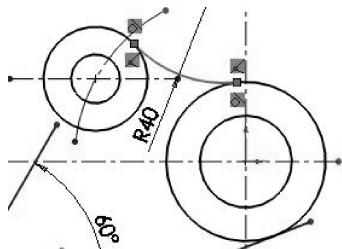

图 2-153 绘制与两圆相切的圆弧
- 21 使用【圆弧】工具，采用【3 点圆弧】类型，在两个圆之间绘制半径为 40 的连接圆弧，并添加几何约束关系，使其与两个圆都相切，如图 2-153 所示。